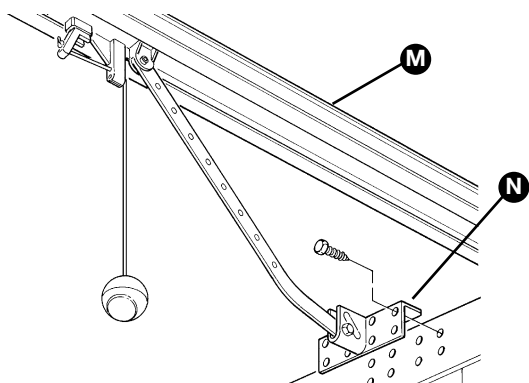

Abbildung 42
**8** Den Wagen gleiten lassen, bis sich der Torflügel-Anschlussbügel **[N]** in Abbildung 42 auf dem oberen Rand des Tors befindet und zur Führung **[M]** vollkommen rechtwinklig ist.